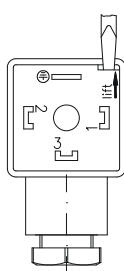

Fig. 6
- Ouvrir l'intérieur ⑧ de la boîte de raccordement ② avec un tournevis ou un outil similaire (→ Fig. 6).